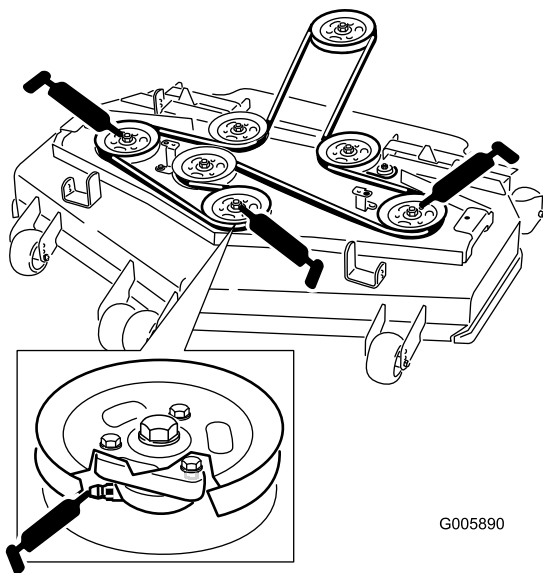

Bild 30
4. Schmieren Sie die drei Spindellager unter den Riemenscheiben ein, bis das Schmiermittel aus den unteren Dichtungen austritt (Bild 30).
5. Fetten Sie die Nippel an den Schubarmen ein (Bild 30).